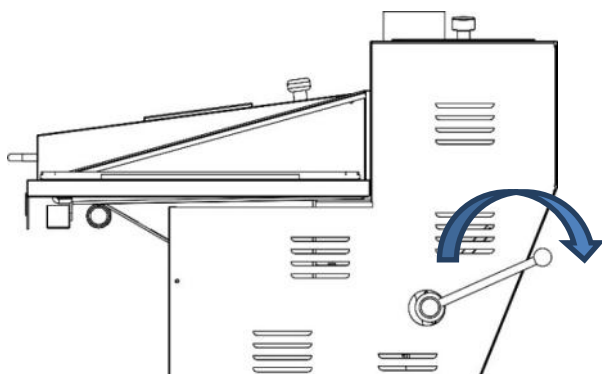
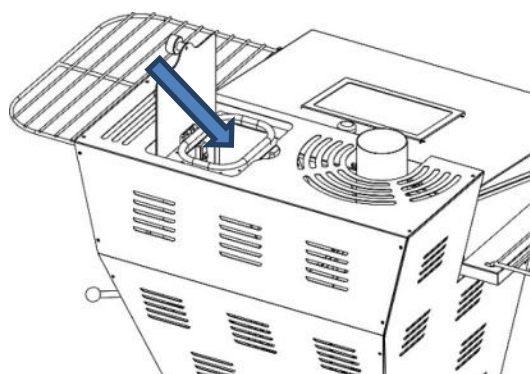
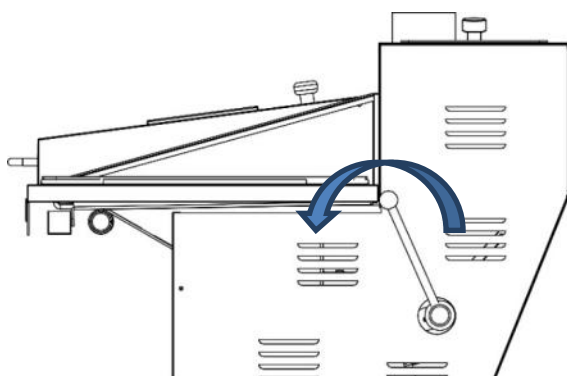

Abb.01
Abb.02
Abb.03
Bewegen Sie den Hebel in die Position 1 „off“ (Abb.01). Öffnen Sie den Tankdeckel durch ziehen (Magnetverschluss) und füllen Sie vorsichtig Pellets in den Tank (Abb.02). Schließen Sie immer im Betrieb den Pellet-tankdeckel. Durch Bewegen des Hebels in Position 2 „on“ (Abb.03) rutschen die Pellets durch Schwerkraft in den Brennerkopf.
- Hebel auf Position 2 „on“ (Abb.03) stellen
Durch Bewegen des Hebels in die Position 1 „off“ (Abb.01) wird verhindert, dass sich weitere Pellets zum Brenner hin absenken. Erst nach ca. 20 Minuten sind die restlichen Pellets verbrannt und der Grill ist aus.